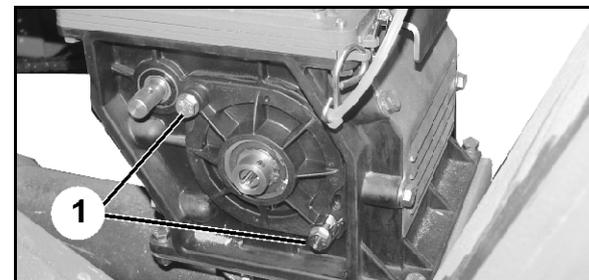

Fig. 71
3. Zwei Schrauben (Fig. 71/1) lösen, nicht abschrauben.